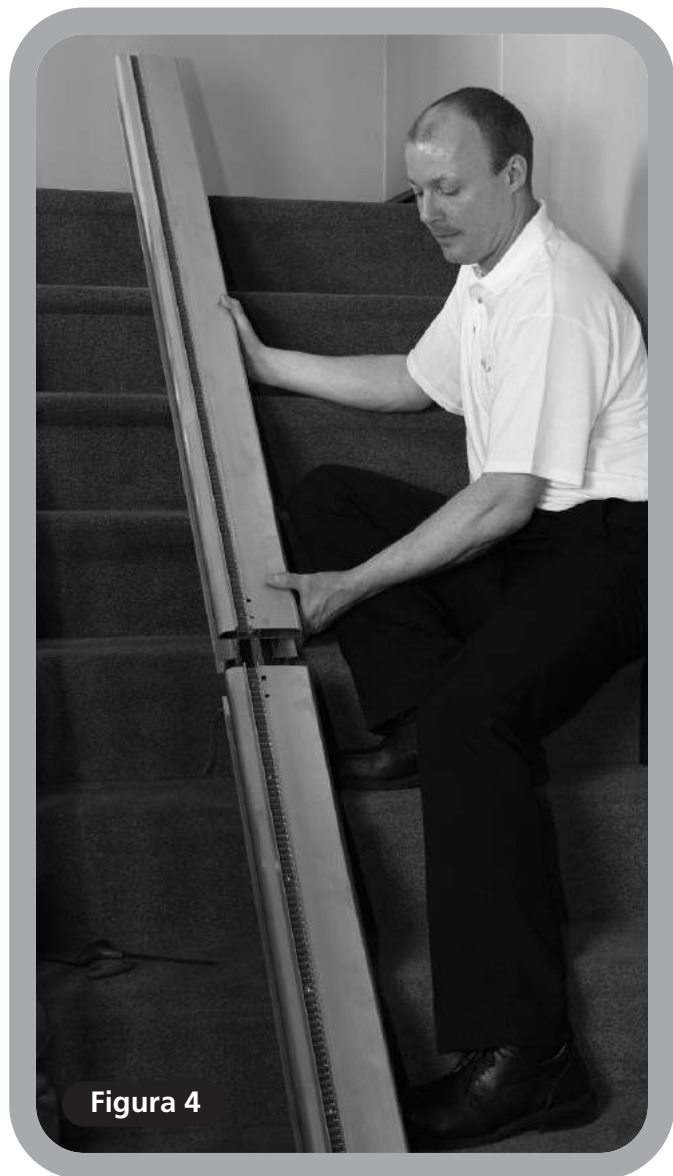

Figura 4
- 3 Coloque la sección superior del riel en posición adyacente a la sección inferior del riel (Figura 4).